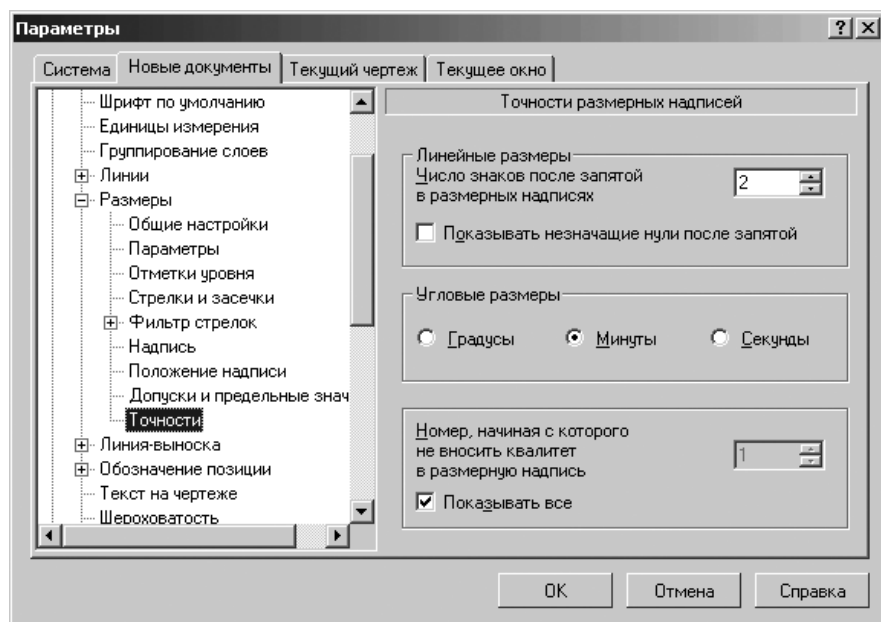

Рис. 10.33. Диалоговое окно **Параметры** с открытой вкладкой **Текущий чертеж** и панелью **Точности размерных надписей**
- щелкните в списке настраиваемых элементов **Размеры** по пункту **Точности**. В правой части появится панель **Точности размерных надписей**, показанная на рис.10.33.